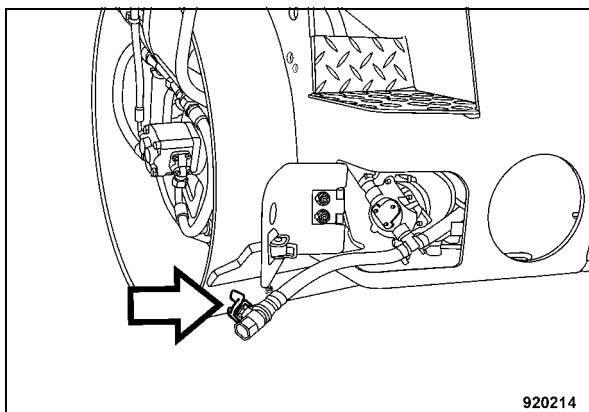

Fig. 148
- Sacar la manguera de descarga (Fig. 148).